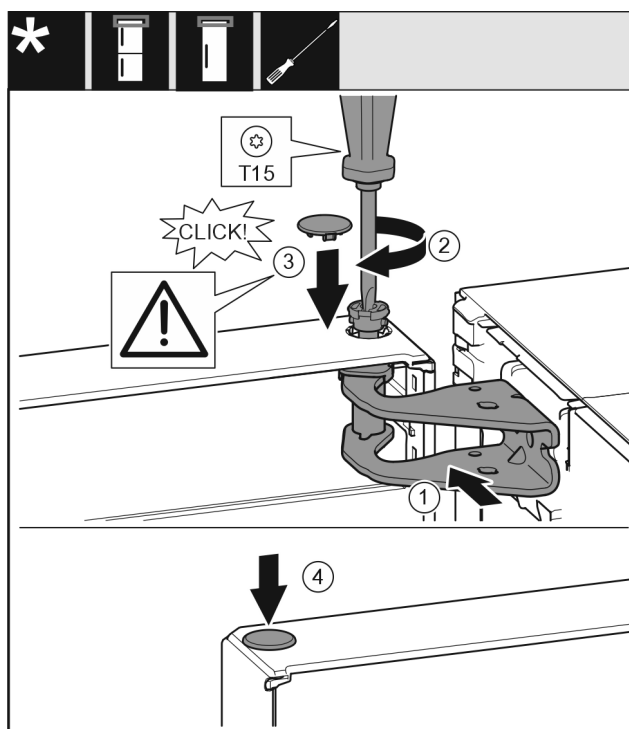

Fig. 16
- 将门的上方对准托架中的开口。Fig. 16 (1)
- 放入螺栓并用 T15 螺丝刀拧紧。Fig. 16 (2)
- 安装冰箱门安全装置的安全盖：放入安全盖并检查其是否紧贴在上。否则，需将螺栓完全插入。Fig. 16 (3)
- 放上堵头。Fig. 16 (4)